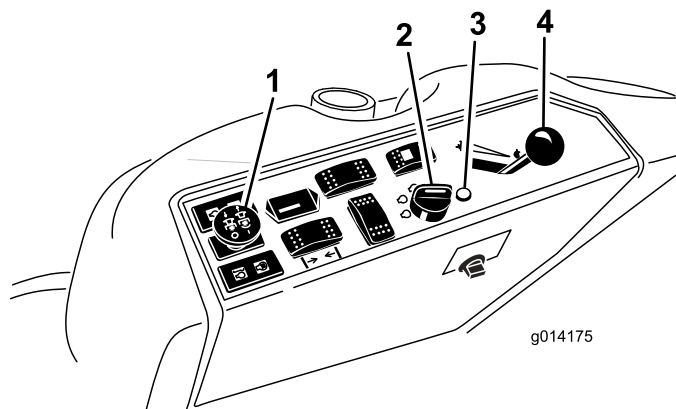

Рисунок 19
4. Переведите переключатель механизма отбора мощности (PTO) в положение Выкл. (Рисунок 19).
5. Передвиньте рычаг дроссельной заслонки в среднее положение между Быстро и Медленно (Рисунок 19).